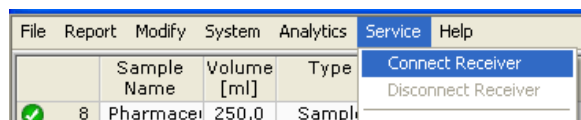

Fig. 4
1. Dopo averlo collegato al PC, selezionare "Connetti DataBox" dal menu **Servizio** (Fig. 4).